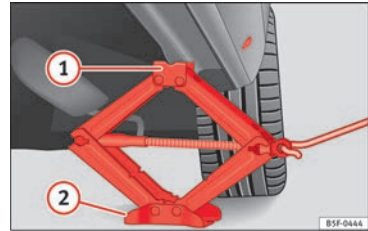

Abb. 75 Längsholm: Wagenheber ansetzen.
- Drehen Sie den Wagenheber* unter dem Aufnahmepunkt am Unterholm so weit hoch, bis sein Aufnahmehorn ① » **Abb. 75** unter der vorgesehenen Aufnahme steht.
- Richten Sie den Wagenheber* so aus, dass sein Aufnahmehorn ① in die dafür vorgesehene Aufnahme am Unterholm „greift“ und die bewegliche Grundplatte ② plan auf dem Boden aufliegt. Die Grundplatte ② muss sich dabei senkrecht unter dem Aufnahmepunkt ① befinden.